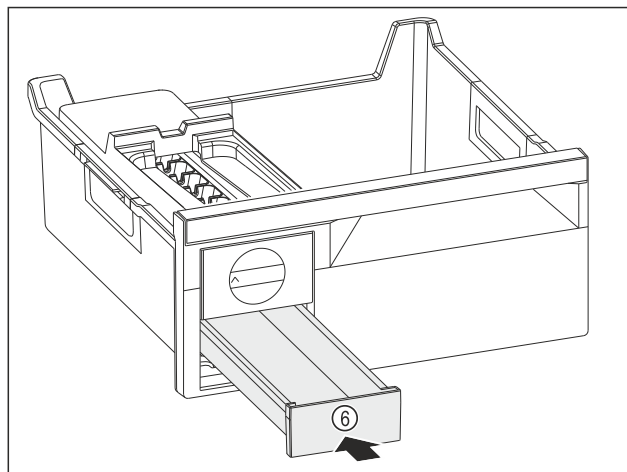

Fig. 150
- ▶ Spingere verso l'interno il cassetto del ghiaccio Fig. 150 (6).